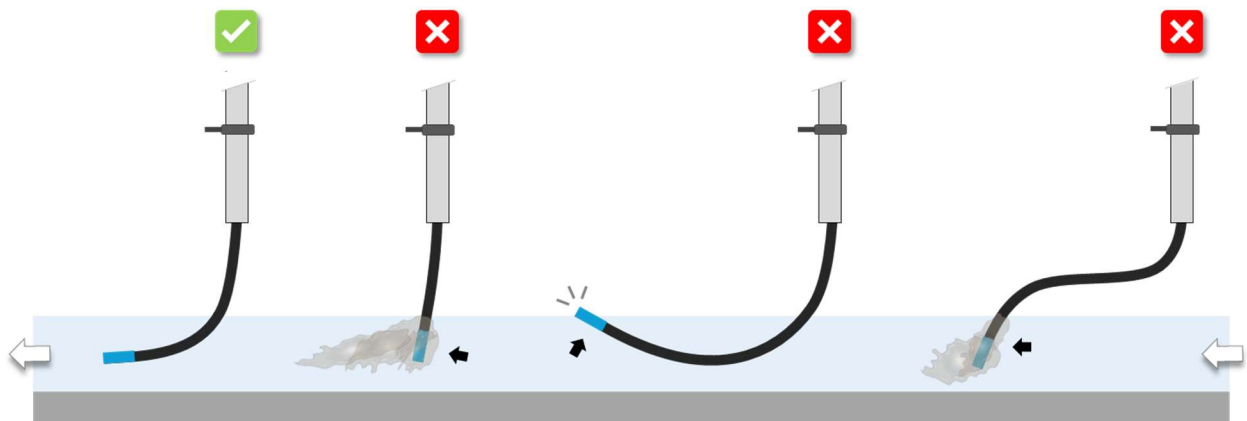

Figure 8 : Longueur de flexible exposée au flux.
- La longueur de flexible exposée au flux doit respecter les consignes fournies dans la procédure d'installation afin de limiter les risques d'accroche de macrodéchets ou d'exposition de la cellule de mesure hors d'eau (Figure 8).